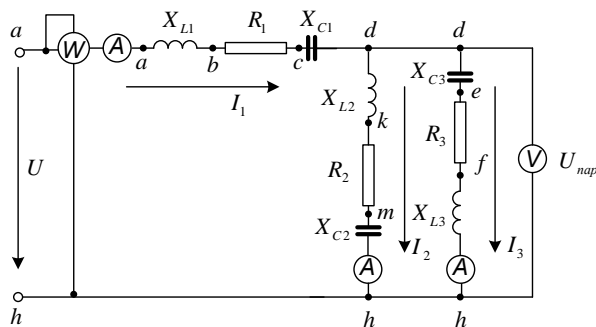

Рис. 1.1
1. По базе данных (табл. 1.1) для своего варианта определить параметры электрической цепи (рис. 1.1), питающей от сети синусоидального тока с напряжением U .